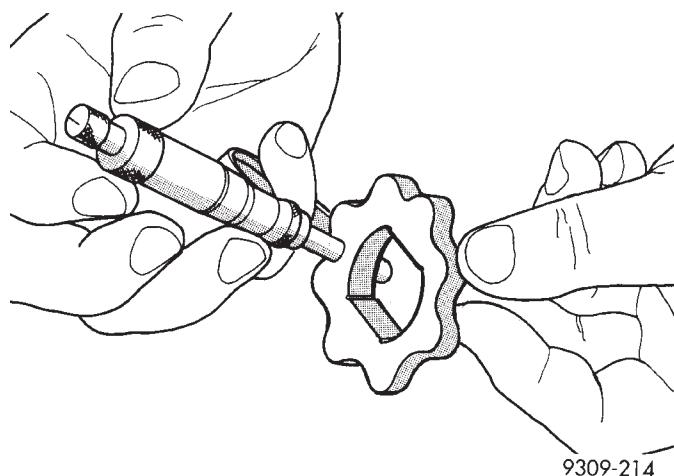

**Fig. 104 Medición del espesor del rotor exterior**
(3) Mida el espesor y diámetro del rotor exterior. Si el espesor de rotor es de 7,64 mm (0,301 pulgadas) o menos (Fig. 104), o si el diámetro es de 79,95 mm (3,148 pulgadas) o menor, reemplace el rotor exterior.